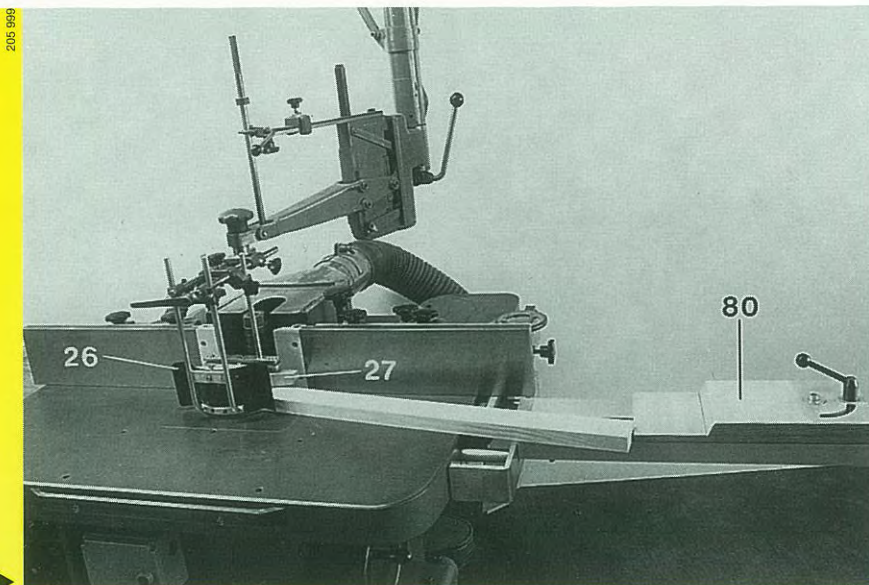

Bild 15 ▶
(siehe Bild 15)
- 26 Verdeckung (siehe Bild 15)